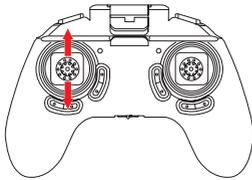

Figure 1: Appairage
- 2. Appairage:** Allumer la radiocommande. Celle-ci émettra une alerte sonore (bip) indiquant la recherche de fréquence. Pousser le joystick de gauche vers le haut puis vers le bas afin de connecter/pairer la radiocommande au drone (Figure 1).